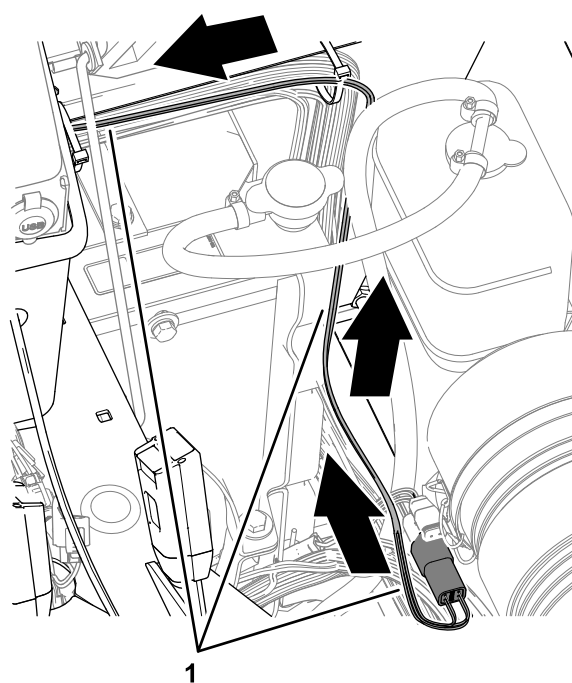

Figure 31
1. Sur le côté droit du radiateur, faites remonter le faisceau de bus ISO-CAN le long du faisceau de la machine et vers la console centrale (Figure 31).